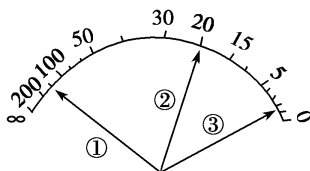

图 1-22 指针所指位置
4. 用欧姆表测同一一定值电阻的阻值时，分别用 $\times 1$ 、 $\times 10$ 、 $\times 100$ 三个挡测量三次，指针所指位置为图 1-22 中的 \_\_\_\_\_、\_\_\_\_\_、\_\_\_\_\_，为了提高测量的准确度应选择的是\_\_\_\_\_挡，被测电阻值